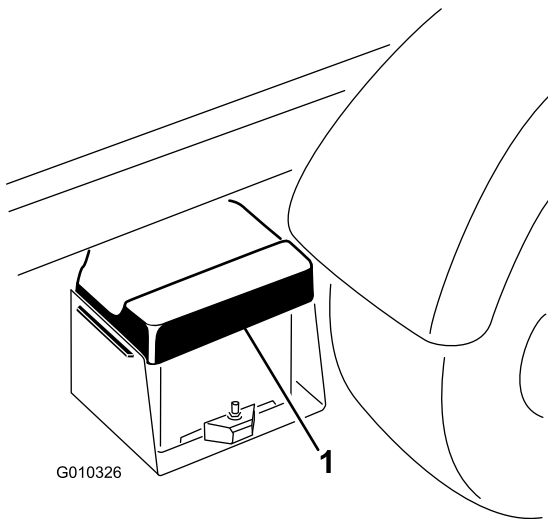

Figura 48
1. Aperte a tampa da bateria para libertar as patilhas da base da bateria. Retire a tampa da bateria da base (Figura 48).